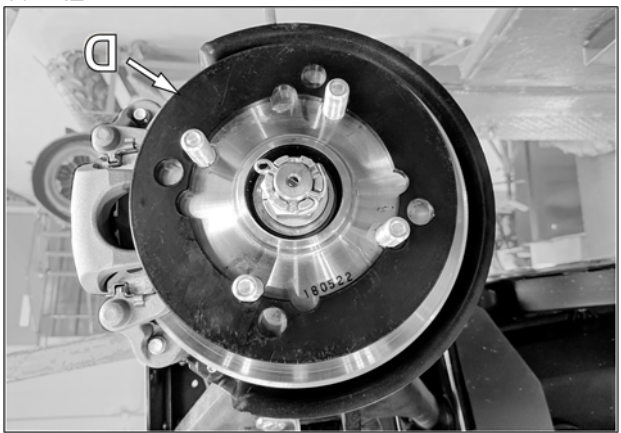

Fig. 10
9. Installer les espacers (D) sur les moyeux de roue avant d'installer les systèmes de traction. Fig. 10